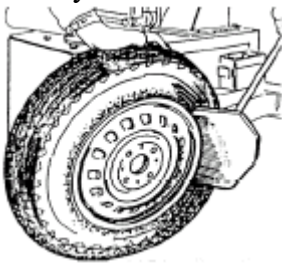

Рис.6
- 3) Открыть лапу отжима борта вручную в крайнее левое положение. Установить колесо вдоль резиновых подушек. Подвести лапу к борту на расстоянии 10 мм от края диска (см. Рис.6).